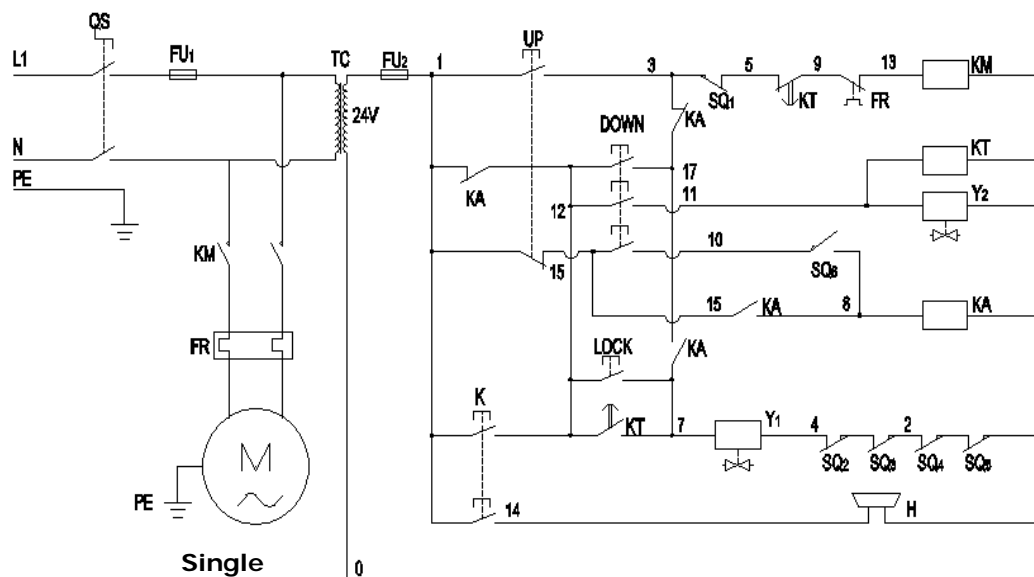

Fig. 40
7.3 Schemat elektryczny 230 V (patrz Fig. 40).